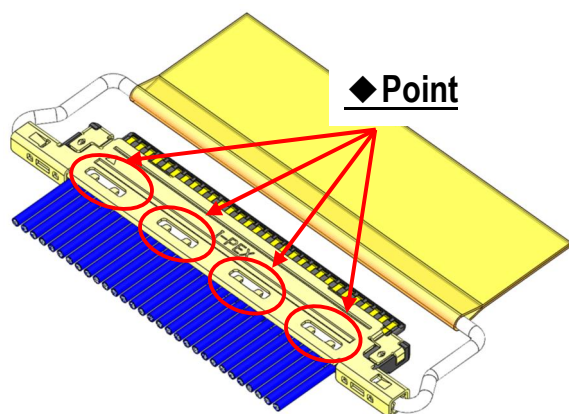

Fig.11 Soldering of Shell-A and Ground Bar
③ Shell-A, B と ground bar を半田コテにて全箇所半田付けすることを推奨する。（Fig.11,12 ◆部）
※ディスクリットワイヤ結線時は Fig.11,12 ◆部の半田付けできません。